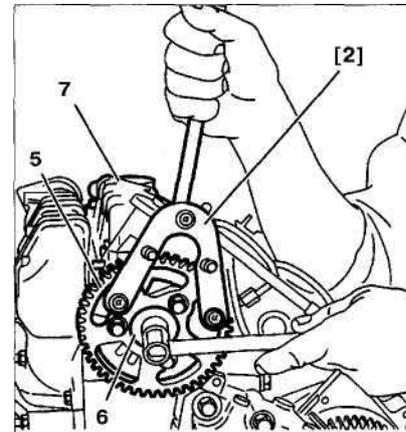

Рис. 7.18. Снимите ступицу 6 с помощью приспособления [2]. Снимите шкив 5 распределительного вала и верхнюю часть крышки 7 головки блока цилиндров.
3. Снимите ступицу 6 с помощью приспособления [2] (рис. 7.18). Снимите шкив 5 распределительного вала и верхнюю часть крышки 7 головки блока цилиндров.
9. Установите верхнюю часть крышки 7 головки блока цилиндров с прокладкой (момент затяжки 10 ± 0.1 Нм) (рис. 7.18).